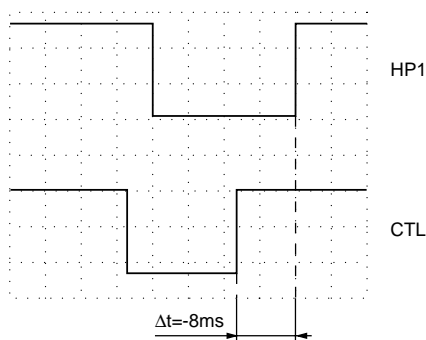

Fig. 23
- Mit den Tasten \oplus bzw. \ominus den Zeitabstand zwischen dem Kopfumschaltimpuls und der steigenden Flanke des CTL-Impulses auf $\Delta t = -8\text{ms}$ (Fig. 23) einstellen.
- With the \oplus or \ominus button set the time interval between the head switching pulse and the rising edge of the CTL pulse to $\Delta t = -8\text{ms}$ (Fig. 23).